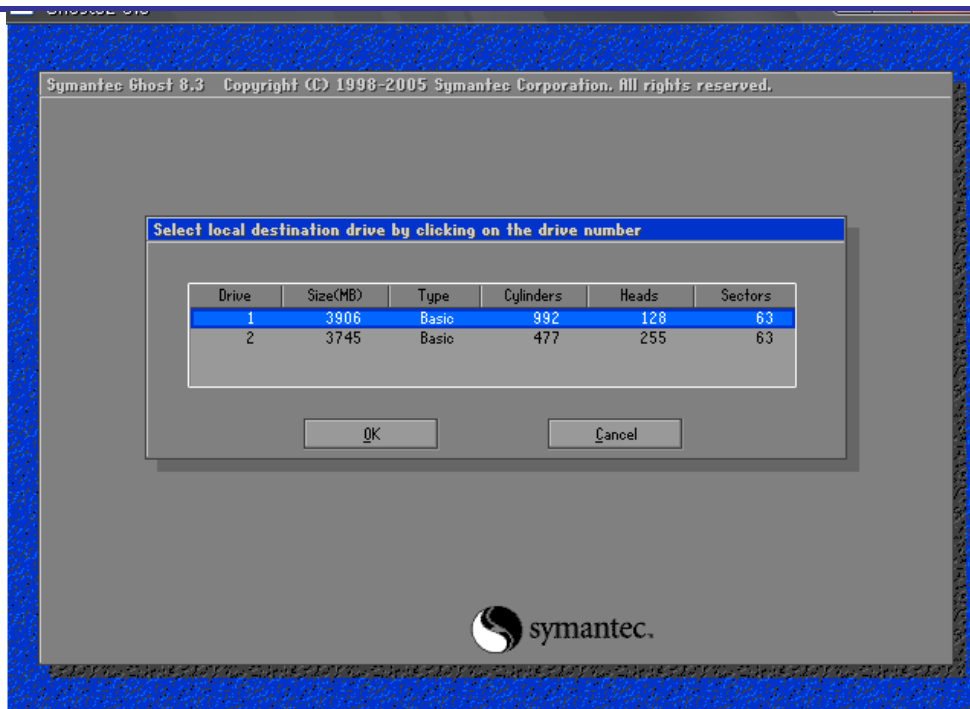

图 2-8 目标安装盘对话框
- 8) 如上述加载*.GHO 文件之后，出现如下图 2-8 所示选择目标安装盘对话框，在此选择 DOM 盘（网络控制器自带 1G 或 4G 容量 DOM 盘，用户需根据磁盘大小注意区分）。